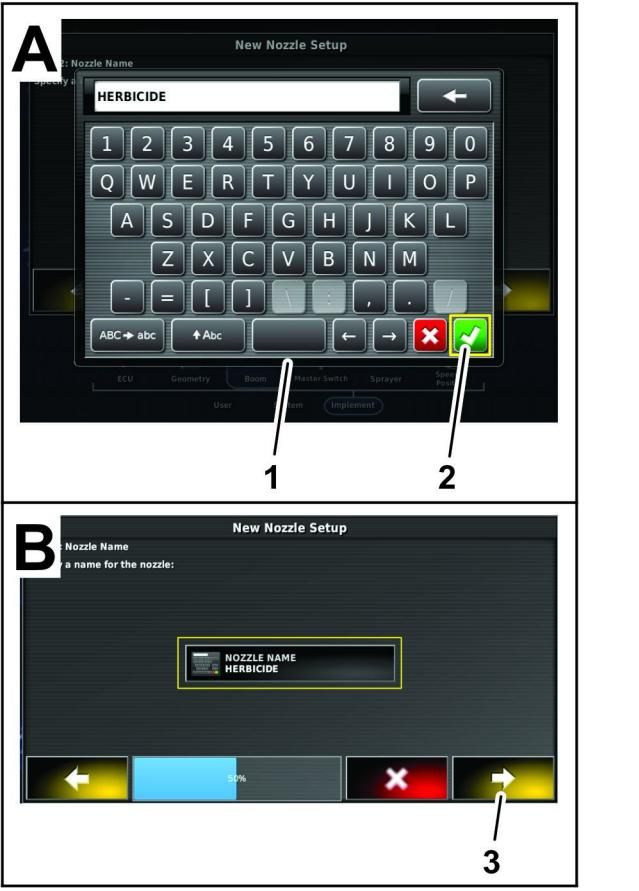

図 79
- キーボードからノズルの名称を入力し、承認アイコンを押す図79。
8. 新ノズル設定ダイアログボックスのステップ 2 で、承認アイコンを押す 図 79。
9. 新ノズル設定ダイアログボックスのステップ 3 で、承認アイコンを押す 図 79。